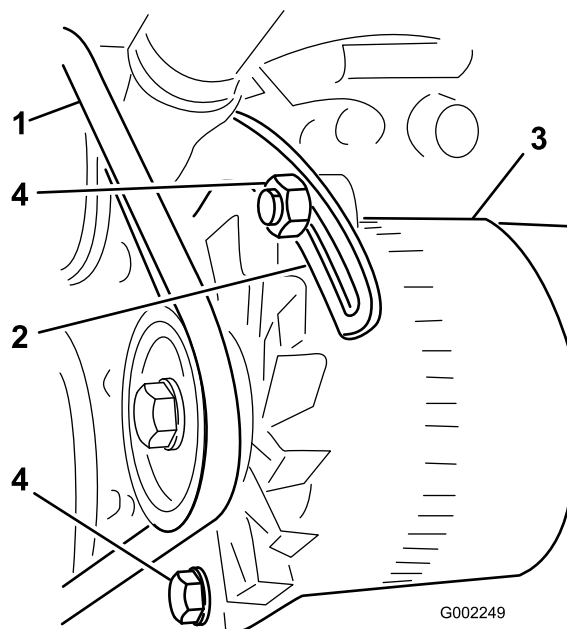

Figura 88
3. Allentate i bulloni che tengono fissata la ghiera al motore e il bullone che tiene fissato l'alternatore alla ghiera (Figura 88).